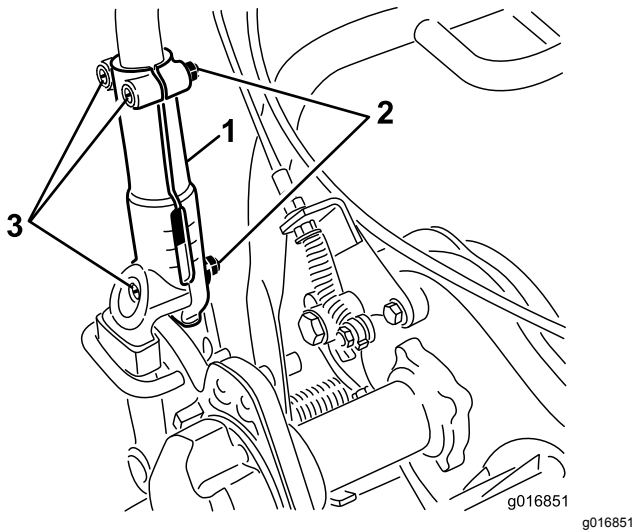

図 29
1. ハンドルを左右のハンドルクランプに固定しているキャリッジボルトとナット各3をゆるめる 図 29。